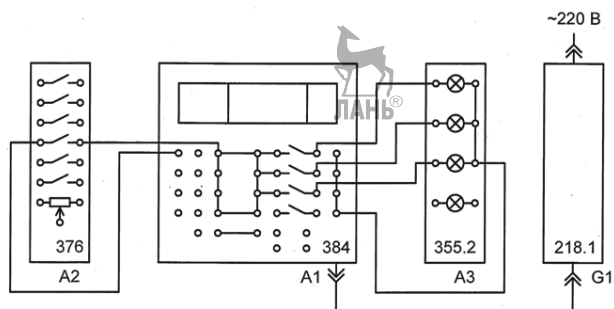

Рис. 9.12. Электрическая схема
- Собрать электрическую схему на лабораторном стенде, как показано на рис. 9.12.